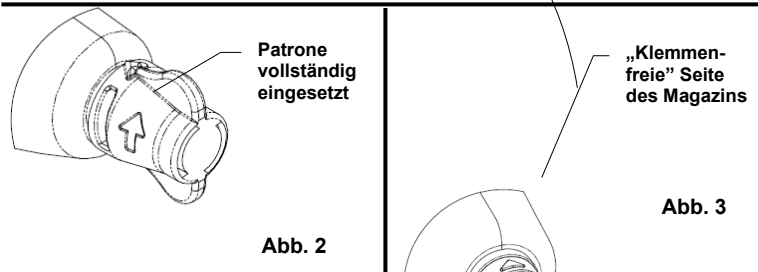

Abb. 2
5. Das Magazin vollständig in die Rückseite des Handstücks einschieben (Abb. 2). Nur an der Seite oder am proximalen Ende hinter „der Leiter“ halten, um die Verschiebung der Klemmen bzw. der Leiter zu verhindern.